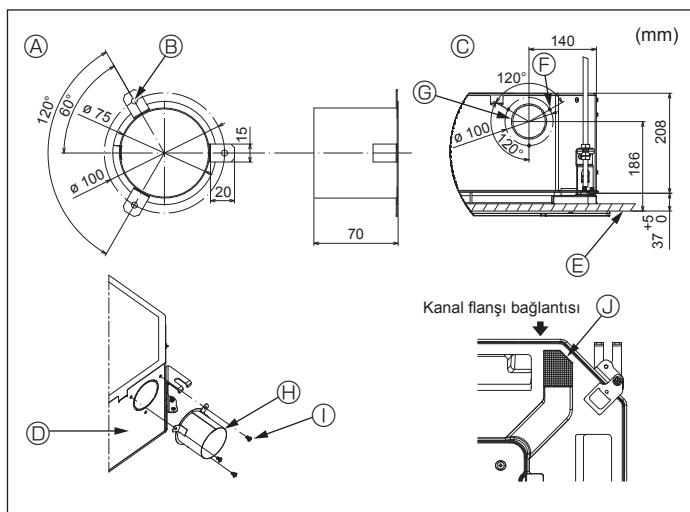

Fig. 2-3
2.3. Kanal montajı (temiz hava girişü durumunda) (Fig. 2-3)